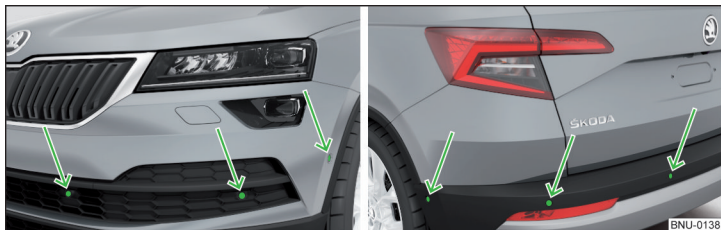

Fig. 261 Locul de amplasare al senzorilor de pe partea stângă a autovehiculului: față/spate
- Mențineți senzorii sistemului » **fig. 261 la pagina 226** curăți, fără zăpadă sau gheață și nu îi acoperiți cu niciun fel de obiecte, pentru a nu limita funcționarea sistemului.
Sistemul calculează cu ajutorul undelor de ultrasunete distanța dintre bara de protecție și un obstacol. Senzorii cu ultrasunete se găsesc în bara de protecție spate, respectiv și în bara de protecție față, în funcție de dotarea autovehiculului » fig. 261.